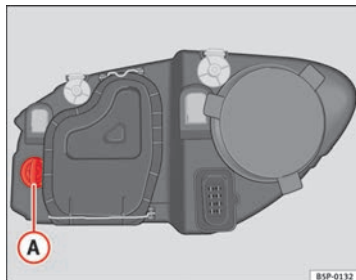

Abb. 183 Glühlampe für Blinker
- Den Lampenträger ⇒ Abb. 183 **A** nach links drehen und ziehen.